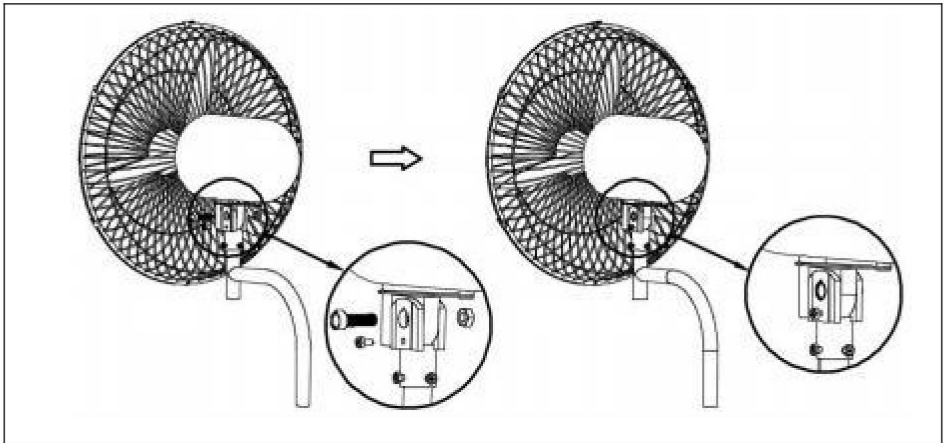

Fig. 8.
1). Montera fläkthuvudet på fästet, lås sedan fästets skruvar4(10) och fästmuttrarna1(11), och lås slutligen fästskruvarna3(9). Se (Fig.8.)